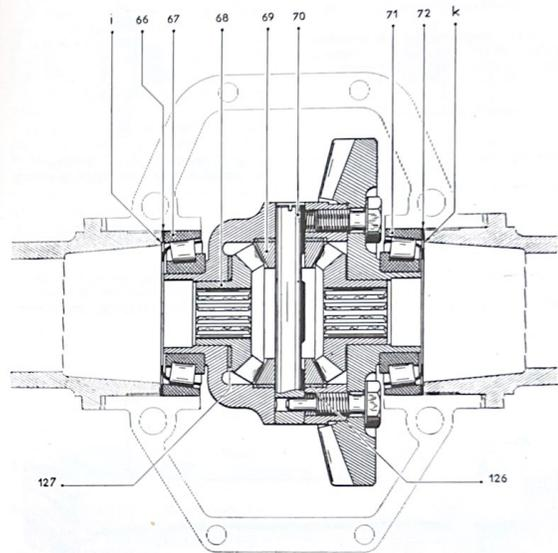

Fig. 3.12. - Sección en el diferencial para un observador situado delante del vehículo.
3.2.1.0. Desmontar el diferencial (fig. 3.12).
c) Extraer el eje (70) de los satélites. Retirar los dos satélites (69), las arandelas de apoyo (126), los planetarios (68) y la arandela de apoyo (127).